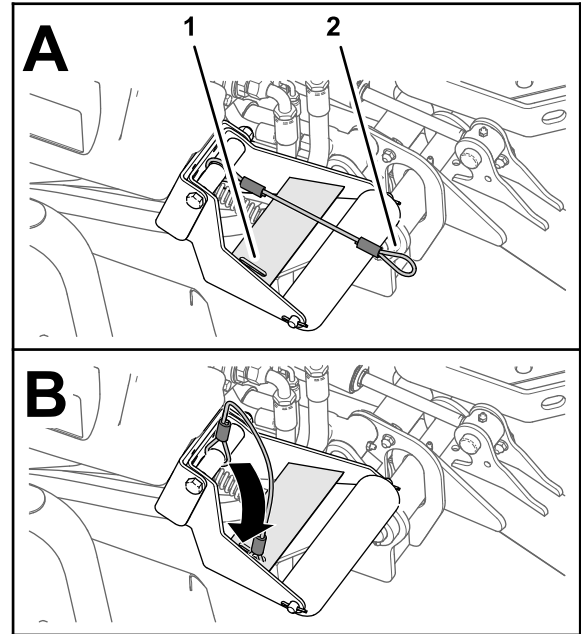

Figura 31
4. Con las unidades de corte bajadas, introduzca el bucle del cordón en la ranura de la placa de refuerzo del soporte del rodillo (Figura 31).